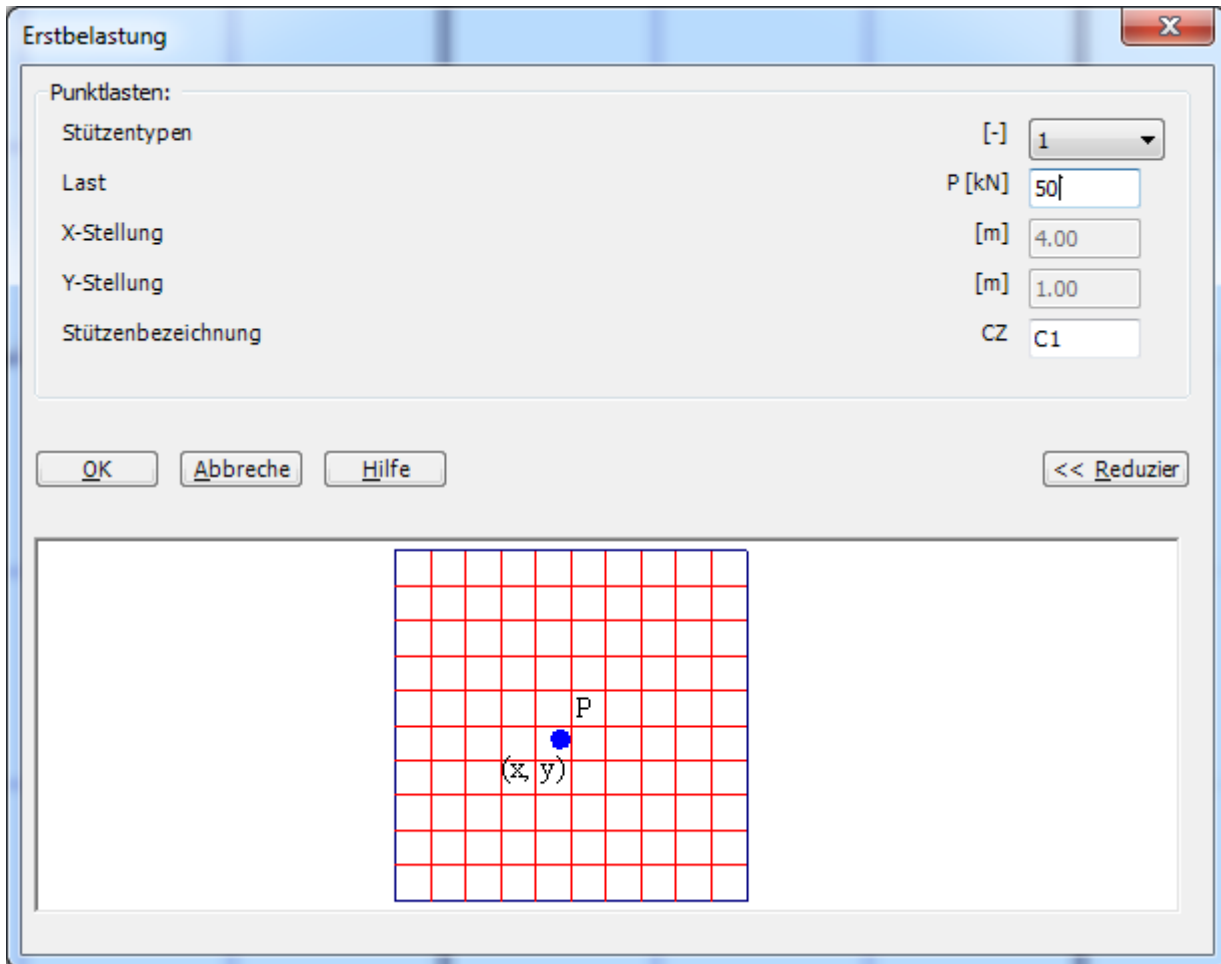

Bild 4.25 Dialogfeld "Belastung"
- Jetzt ändert sich der Cursor von einem Pfeil zu einem Kreuz. Dann kann die Punktlast durch Klicken auf dem Bildschirm (Trägerrost) definiert werden. Danach erscheint das Dialogfeld (Bild 4.25) mit der Lastgröße und den Koordinaten